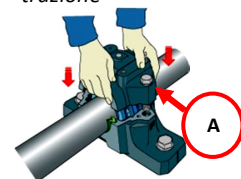

Figura 13 Chiusura del sopporto
- POSIZIONARE IL COPERCHIO DEL SOPPORTO SULLA BASE DELLO STESSO E SERRARE RELATIVI I BULLONI DI CHIUSURA, figura 13, particolare A;
- ALLENTARE E SFILARE I BULLONI DEL COPERCHIO DEL SOPPORTO, figura 13 particolare A;